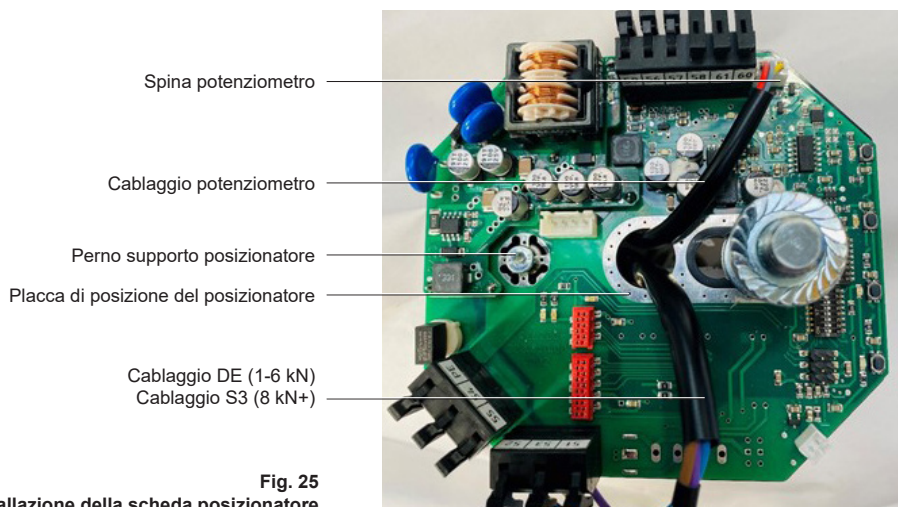
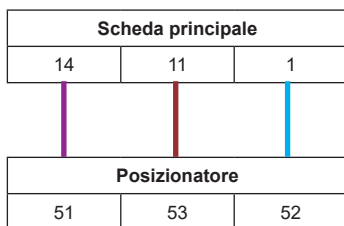
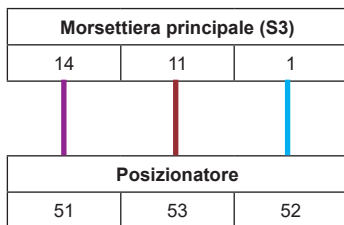

Fig. 25
Fig. 26 Schema morsettiera per l'installazione del posizionatore (1– 6 kN)
Fig. 27 Schema morsettiera per l'installazione del posizionatore (8 kN+)
- 1 – 6 kN: Collegare otturatore e presa del potenziometro sulla scheda posizionatore facendo riferimento alla Fig. 25 "installazione della scheda posizionatore (1 – 6 kN)". Il cablaggio del potenziometro deve essere inserito attraverso il centro della scheda posizionatore come illustrato
- 1 - 6 kN: Collegare il cablaggio DE (orientamento illustrato nella Fig. 25) come indicato nella Fig. 26 "Schema morsettiera per l'installazione del posizionatore (1 - 6 kN)"
- 8 kN+: Collegare le anime del cablaggio del potenziometro alla barra principale della morsetteria (Fig. 27) e collegare la spina e la presa del potenziometro sulla scheda posizionale facendo riferimento alla Fig. 25 "Installazione della scheda posizionale". Il cablaggio del potenziometro deve essere inserito attraverso il centro della scheda posizionale come illustrato
- 8 kN+: Collegare il cablaggio DE, come indicato nella Fig. 27 "Schema morsetteria per l'installazione del posizionale (8+)"